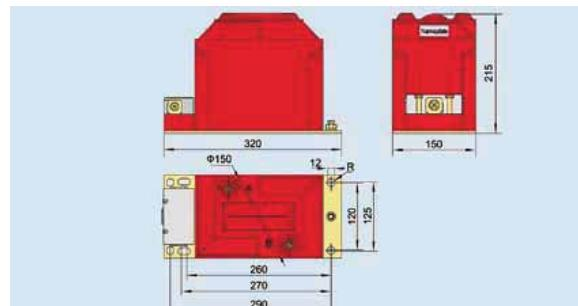

Рис. 6.1 Внешний вид и монтажные размеры трансформатора напряжения JDZ10-6
6.1 Внешний вид и монтажные размеры трансформатора напряжения JDZ10-6 (см. рис. 6.1):